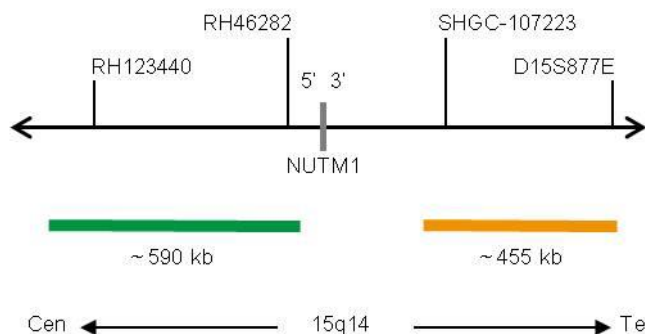

Abb. 1: SPEC NUTM1 Sondenlokalisation (nicht maßstabsgetreu)
- ZyGreen (Anregung 503 nm/Emission 528 nm) markierten Polynukleotiden (~10 ng/μl), die gegen Sequenzen in 15q14* (chr15:33,999,791-34,587,649) gerichtet sind, welche proximal zur NUTM1-Bruchpunktregion lokalisiert sind (siehe Abb. 1).
- ZyOrange (Anregung 547 nm/Emission 572 nm) markierten Polynukleotiden (~4,5 ng/μl), die gegen Sequenzen in 15q14* (chr15:34,873,659-35,326,986) gerichtet sind, welche distal zur NUTM1-Bruchpunktregion lokalisiert sind (siehe Abb. 1).